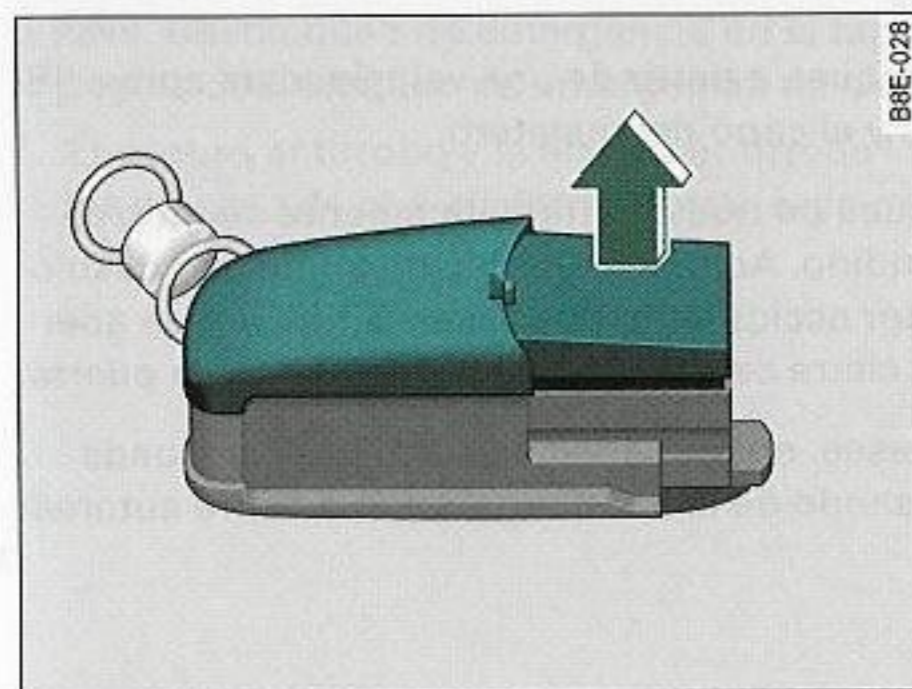

Fig. 44 Carcasa del emisor sin pieza de la llave
- Retire la cubierta de la carcasa del emisor ⇒ fig. 44 en la dirección de la flecha.